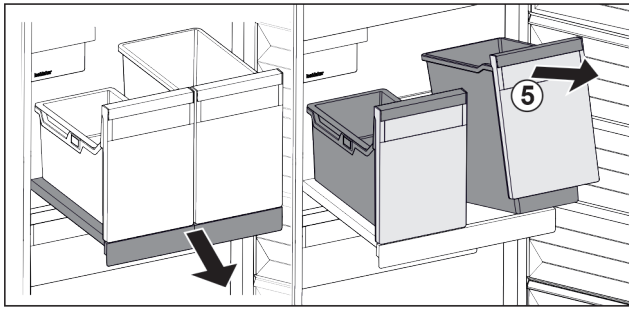

Fig. 28
- ▶ Bak Fig. 28 (5) aan voorzijde optillen.